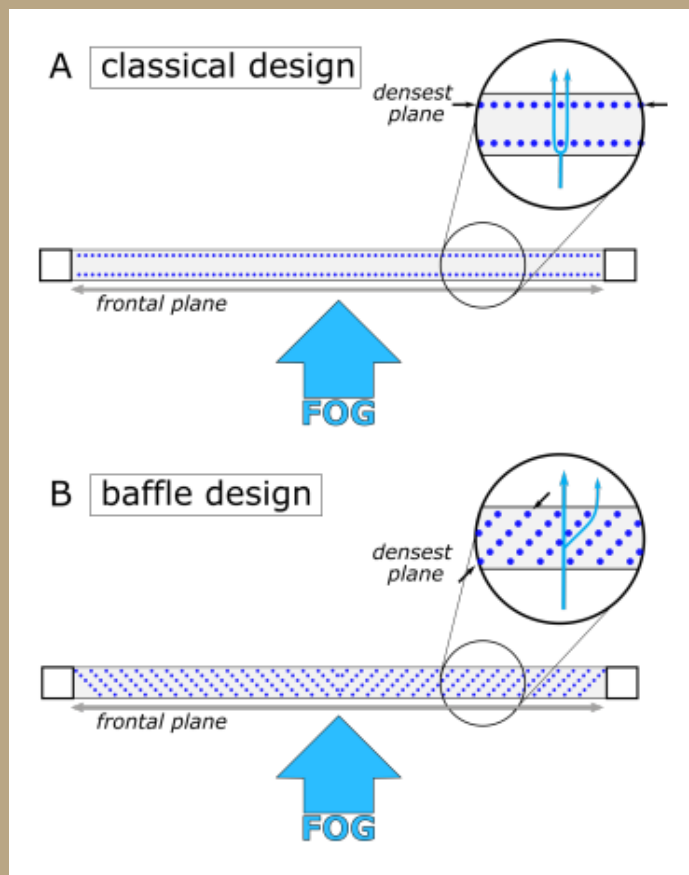

Figura 1
Figura 1: Vista aérea de los dos diseños de recolectores. El recolector clásico (A) tiene una o más capas (puntos azules) extendidas a lo largo del marco (cuadrados), como consecuencia el área de cada capa está limitada al área frontal del recolector provocando las dos fallas antes dichas. En cambio nuestro diseño (B) evita ambos problemas al no tener ambos paneles en paralelo, llevando a que el área de nuestro recolector sea un 25% mayor al de uno clásico.